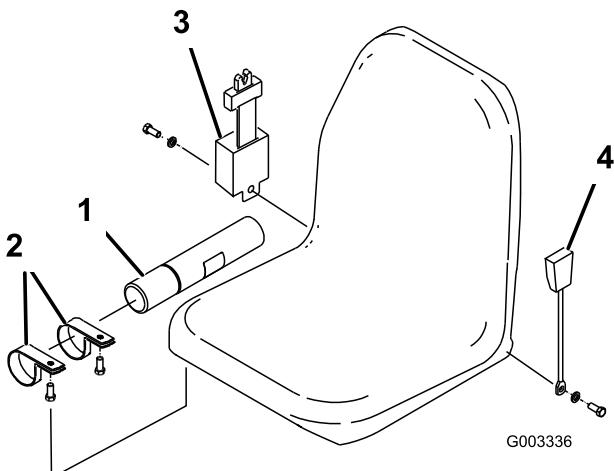

Bild 3
1. Befestigen die das manuelle Rohr mit den beiden Schellen, die lose mitgeliefert werden, an der Sitzfederung (Bild 3).
Sitzes (Bild 3). Der Sicherheitsgurtretraktor muss an der rechten Seite des Sitzes und die Sicherheitsgurtschnalle an der linken Seite befestigt werden.